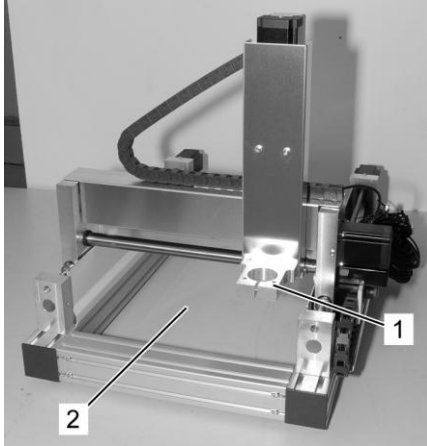

Abb. 16: Arbeitsbereiche
- Bereich der Werkstückaufnahme (Abb. 16/1) (im abgeschalteten Betrieb)
- Arbeitstisch beim Aufspannen des Werkstücks (Abb. 16/2) (im abgeschalteten Betrieb)